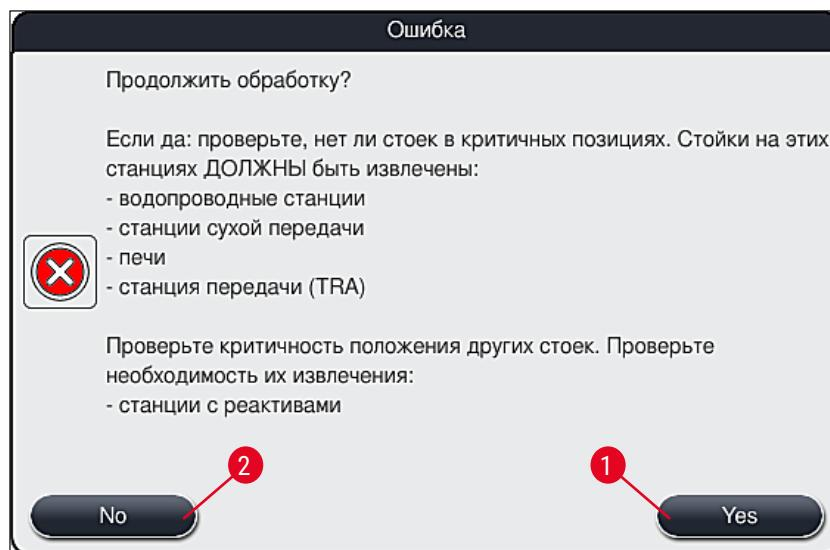

Рис. 110
4. После этого у пользователя появляется возможность выбора: возобновить (→ с. 142 – 8.2.2 Восстановление процесса окрашивания после нарушения подачи питания) или, напротив, отменить процесс окрашивания (→ с. 143 – 8.2.3 Отмена всех процессов окрашивания после нарушения подачи питания) (→ "Рис. 110").
- Извлеките критические стойки из прибора в соответствии с предыдущим информационным сообщением (→ "Рис. 110") и подтвердите извлечение, нажав на соответствующую станцию (→ "Рис. 111-1") на экране.
Отмену процесса окрашивания и возвращение в предыдущее меню выбора (→ "Рис. 110") можно отменить нажатием кнопки **Отмена** (→ "Рис. 112-2").